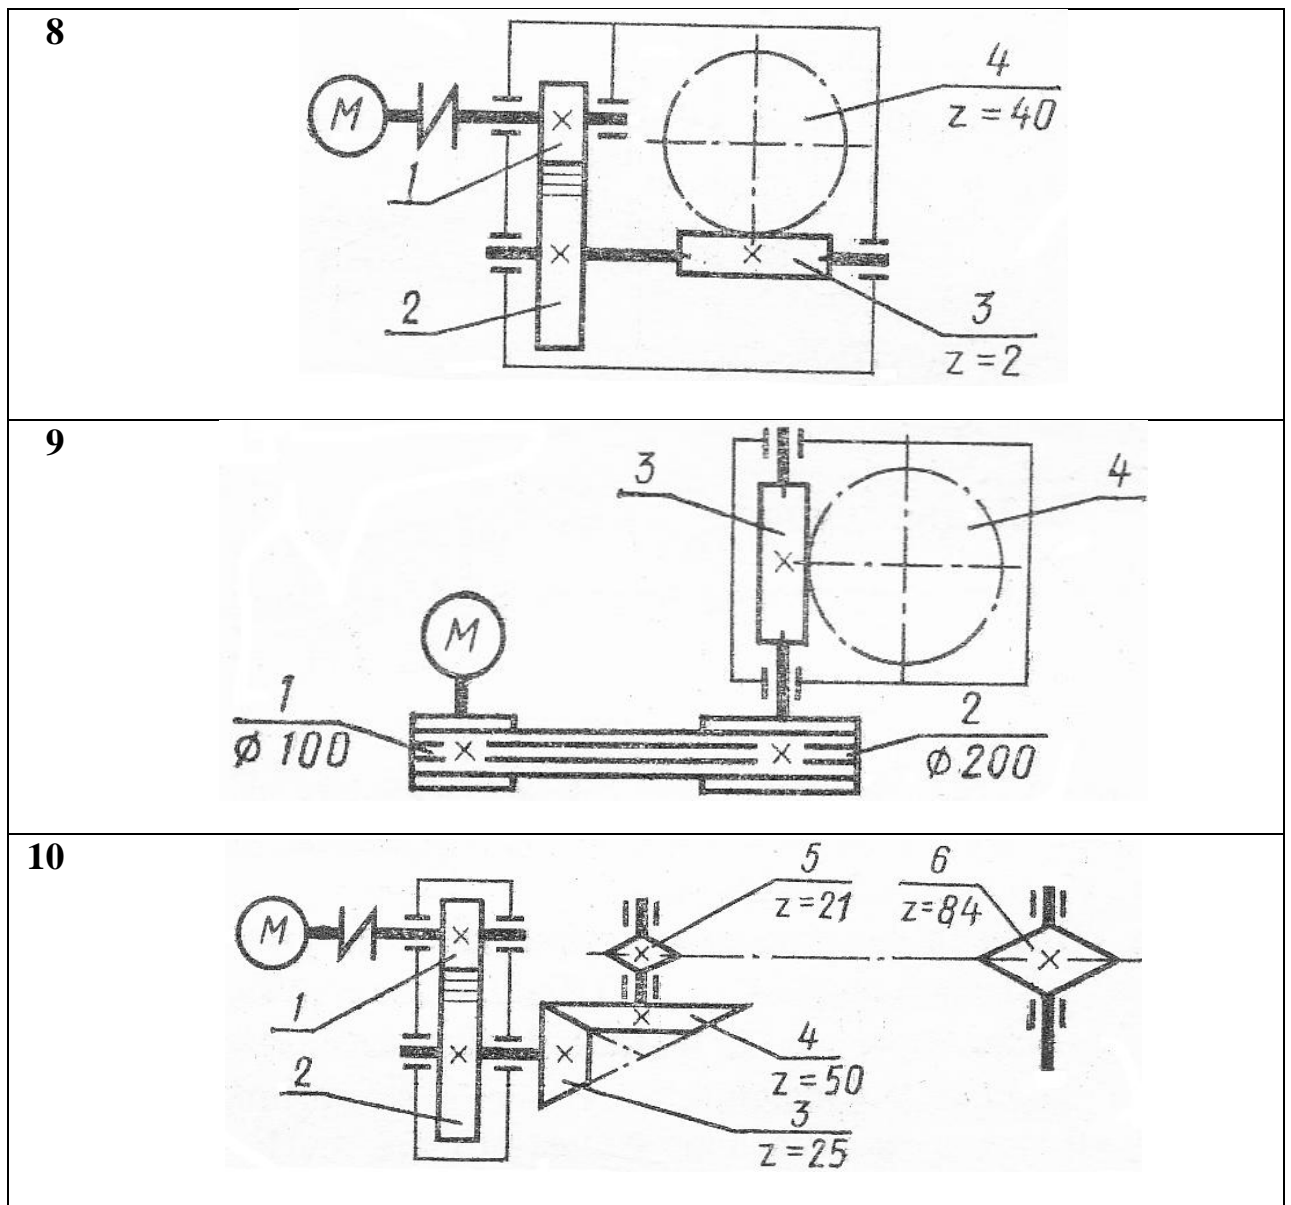

Рис. 15 - Схема задачи
*Задание:* Привод состоит из электродвигателя мощностью  $P_{дв}$  с угловой скоростью вала  $\omega_{дв}$  и многоступенчатой передачи, характеристики звеньев которой указаны на кинематической схеме (рисунок 15). Угловая скорость выходного (рабочего) вала привода  $\omega_p$ . Требуется определить: а) общие КПД и передаточное отношение привода; б) мощности, вращающие моменты и угловые скорости для всех валов. Упругим скольжением в ременных передачах пренебречь. Данные своего варианта взять из таблицы: